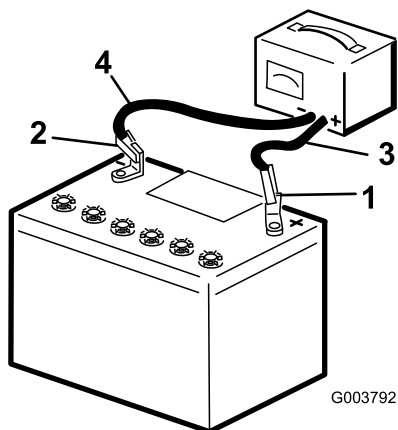

Figure 67
3. Branchez le câble positif du chargeur de batterie à la borne positive de la batterie (Figure 67).
4. Branchez le câble négatif du chargeur de batterie à la borne négative de la batterie (Figure 67).
6. Quand la batterie est chargée au maximum, débranchez le chargeur de la source électrique, puis débranchez les fils du chargeur des bornes de la batterie (Figure 67).